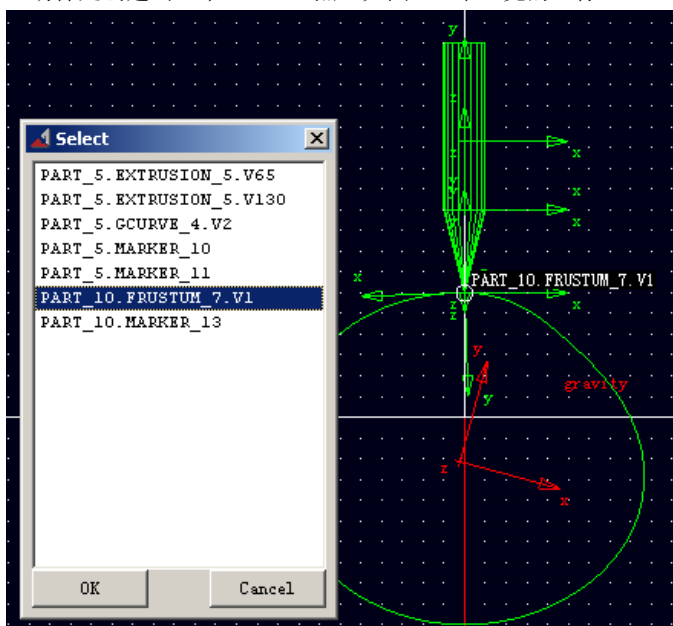
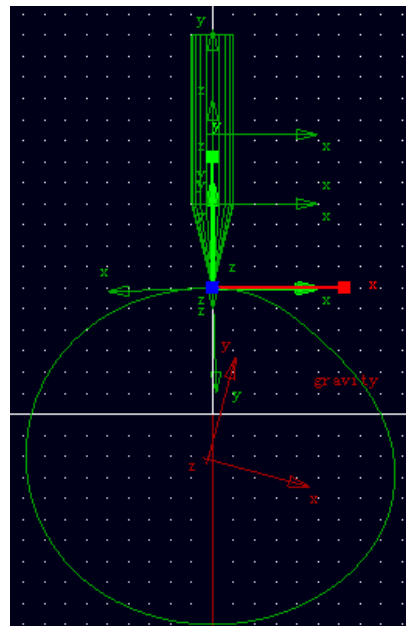

图 6-1 选择要创建 Marker 点的位置
图 6-2 创建在尖顶处的 Marker 点
6.1 选择 ADAMS/View 零件库中的“Marker”按钮 ，参数选择 **Add to Part** 和 **Global XY**。在 ADAMS/View 工作窗口中先用鼠标左键选择截锥体 (**PART\_10**)，然后在截锥体的尖顶处右击鼠标，在弹出的 **Select** 对话框中选择 **PART\_10.FRUSTUM\_7.V1**。如图 6-1 所示。点击“OK”确定，在尖顶从动件处创建一个 **Marker** 点。如图 6-2 中显亮的坐标。